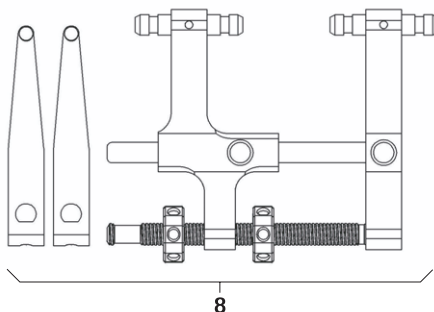

Abb. 13
- Distraktor **8** mit Distraktionsblättern montieren, siehe Abb. 13.